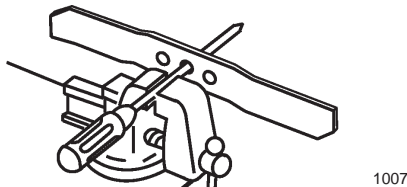

Bild 33
1. Kontrollieren Sie die Wucht des Messers, indem Sie das mittlere Loch im Messer über einen Nagel oder einen Schraubenzieherschaft hängen, den Sie horizontal in einen Schraubstock einklemmen (Bild 33).